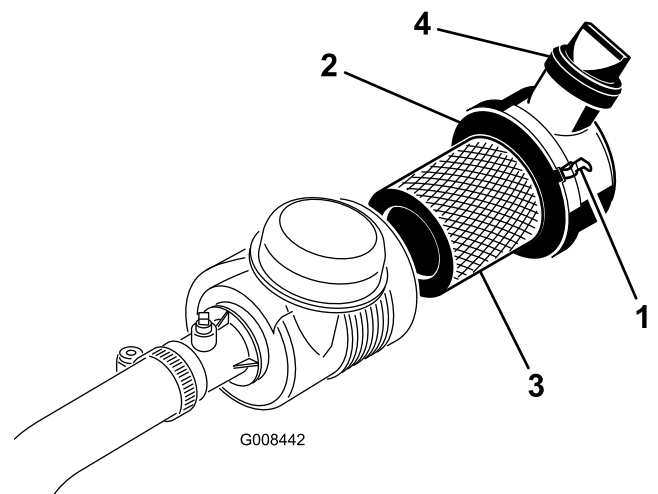

Bild 31
1. Lösen Sie die Laschen, mit denen die Abdeckung am Luftfiltergehäuse befestigt ist (Bild 31).